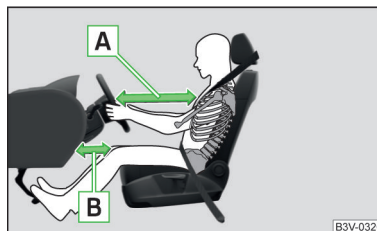

Fig. 30
- Atât pentru șofer cât și pentru pasagerul față este important să păstreze o distanță de aproximativ 25 cm față de volan, respectiv de planșa de bord » **fig. 30 - A**. Dacă nu se respectă această distanță, sistemul airbag nu își poate exercita eficiența maximă – pericol de moarte! Pe lângă acestea, scaunele din față și tetierele trebuie să fie întotdeauna reglate în funcție de mărimea corpului.
- Reglați longitudinal scaunul șoferului în așa fel, încât distanța de la picioarele la planșa de bord să fie de minim 10 cm în zona airbagului pentru genunchi » fig. 30 - B. Dacă, din rațiuni de mărime corporală, nu este posibil să se îndeplinească această condiție, adresați-vă unei unități service specializate.